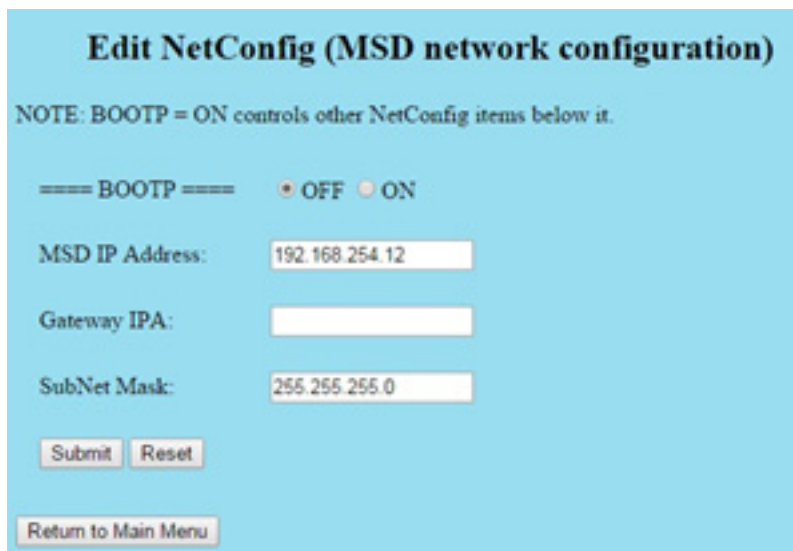

Abbildung 29. WUI NetzKonfig ändern
- 5 Klicken Sie auf **Set Real-Time Clock or Edit NetConfig** (Einstellen Echtzeit-Uhr oder NetzKonfig ändern) und gehen Sie zu **Edit NetConfig (MSD network configuration)** (NetzKonfig ändern (MSD-Netzwerk-Konfiguration)). (Siehe Abbildung 29.)